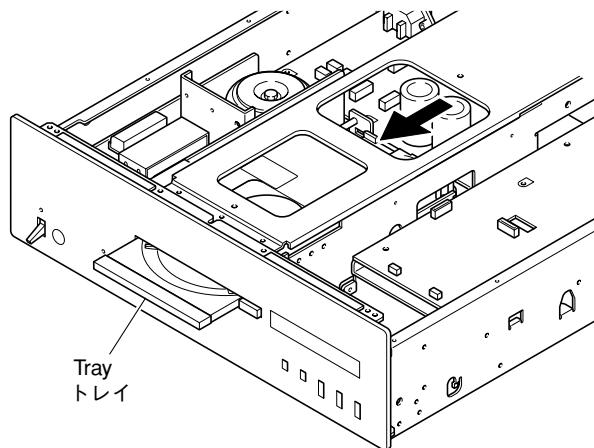

Fig. 3
- b. Push out the tray by pushing its rear. (Fig. 3)
- b. トレイの後方を押し、トレイを押し出します。(Fig. 3)